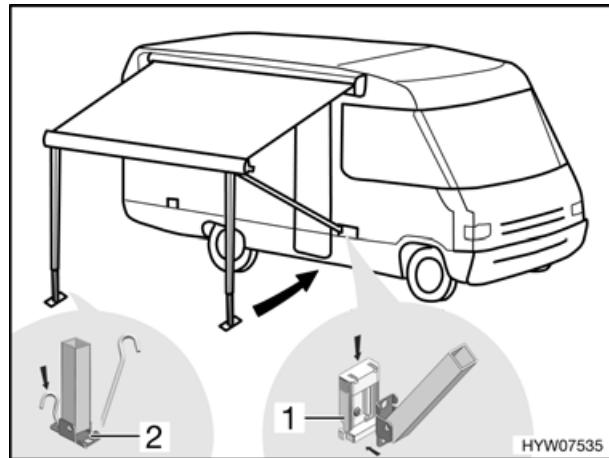

Bild 27 Stützfüße befestigen
- Die Stützfüße in die Halter (Bild 27,1) am Reisemobil einklemmen bzw. mit Heringen am Boden befestigen (Bild 27,2).